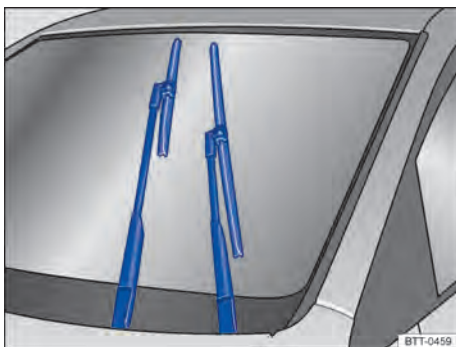

Fig. 154 Limpiaparabrisas en posición de servicio.
En la posición de servicio se pueden levantar los brazos de los limpiaparabrisas. Para poner los limpiaparabrisas en posición de servicio → fig. 154, proceder de la siguiente manera:
- Antes de suspender los brazos de los limpiaparabrisas, colóquelos en posición de servicio → fig. 154.
Tenga en cuenta en los limpiaparabrisas: coloque los brazos de los limpiaparabrisas en posición de servicio antes de doblarlos hacia afuera → fig. 154.
– Antes de suspender los brazos de los limpiaparabrisas, colóquelos en posición de servicio → fig. 154.